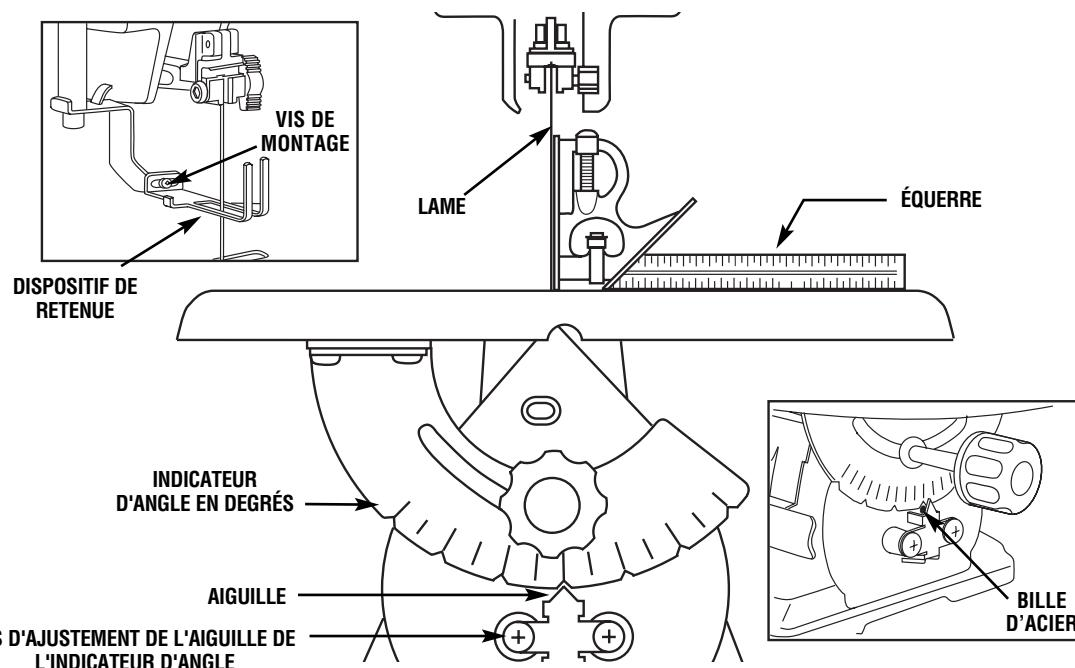

FIG. 5
2. À l'aide de la clé fournie, enlevez le pied de maintien, la vis de montage et la rondelle et mettez-les de côté. Posez une petite équerre sur la table près de la lame comme indiqué à la Fig. 5 pour vérifier que la table est perpendiculaire à la lame. Si aucun réglage n'est nécessaire, remontez le pied de maintien, la rondelle et la vis. 5.